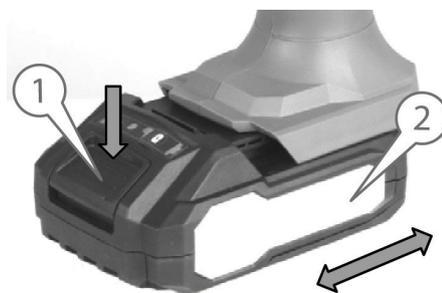

Рис.2
- Для встановлення акумуляторної батареї поєднати виступ на акумуляторній батареї з прямою в корпусі виробу та вставити її (2, рис. 2) повністю на місце приєднання, поки вона не зафіксується на місці з невеликим клацанням.